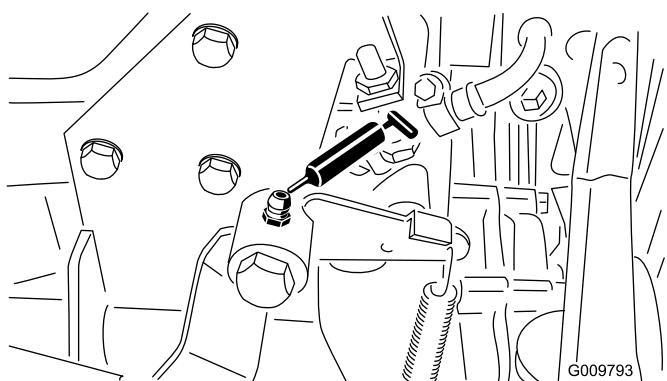

Figura 43
- Asta dell'acceleratore (1) (Figura 43)